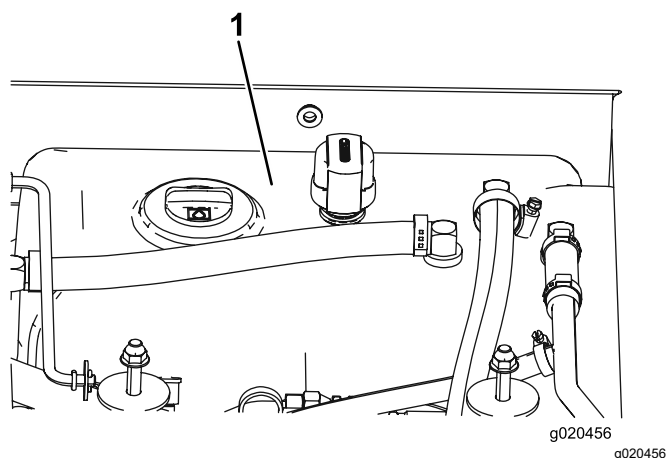

Figura 83
4. Riempite il serbatoio (Figura 83) di fluido idraulico; fate riferimento a Controllo del fluido idraulico \(pagina 76\).